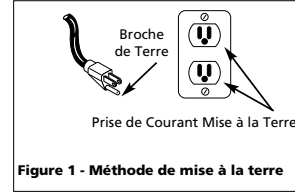

Figure 1 - Méthode de mise à la terre
- Ce produit est conçu pour l'utilisation d'un circuit de 120 volts et a une fiche de mise à la terre comme celle indiquée sur la Figure 1. S'assurer que l'appareil est branché à une prise de courant qui a la même configuration que la fiche. Ce produit doit être mis à la terre. Dans l'événement d'un court-circuit, la mise à la terre diminue le risque de secousse électrique en fournissant un fil d'échappement pour le courant électrique. Ce produit est équipé avec un cordon qui a un fil de terre avec une fiche de terre. La fiche doit être branchée dans une prise de courant qui a été installée et mise à la terre correctement en respectant tous les codes et règlements locaux.